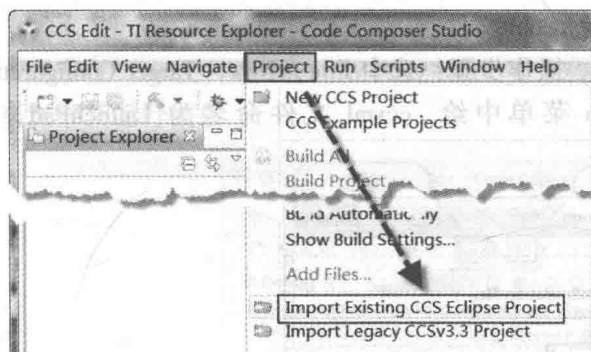

图 1-5 选中 Import Existing CCS
2) 导入库函数。在主菜单栏的 Project 下拉菜单中选择 Import Existing CCS Eclipse Project 子菜单，在弹出的对话框中按 Browser 按钮寻找并导入 driverlib（驱动库）、usbllib（usb 库）和 glib（图形库）库函数，同时选中 Copy project into workspace 选项，如图 1-5、1-6 所示。